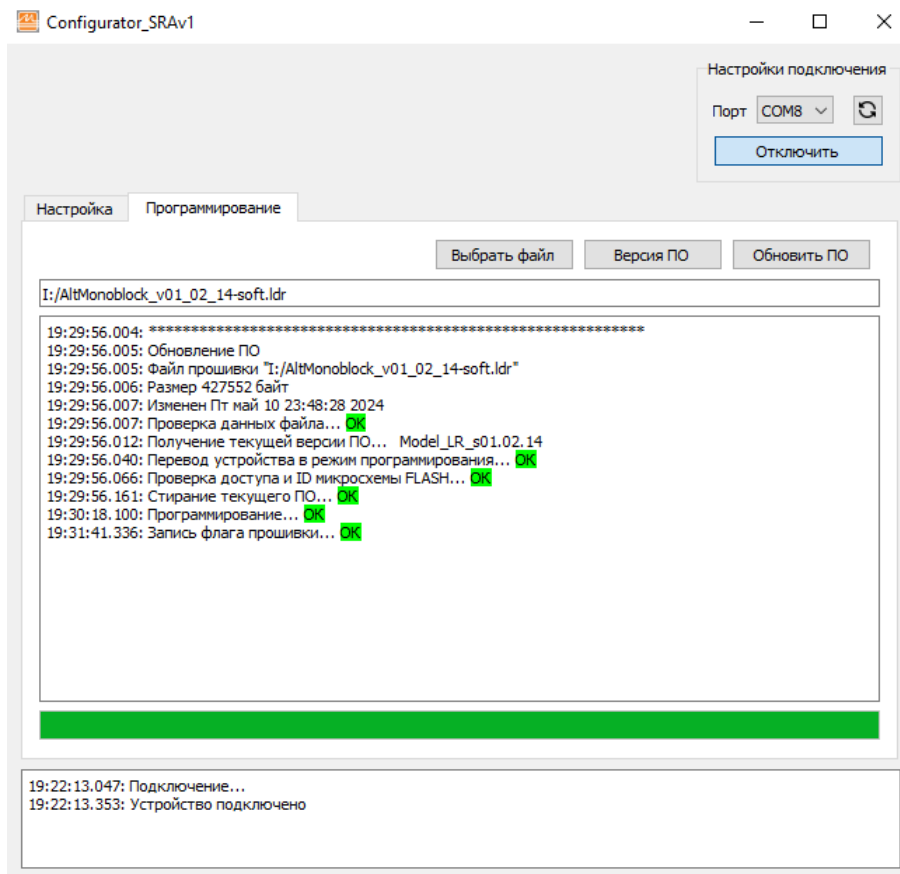

Рисунок 2.6 – Внешний вид окна программы Configurator_SRAv1
2.7.8 Нажмите кнопку «Обновить ПО» и дождитесь окончания процесса программирования (рисунок 2.6).